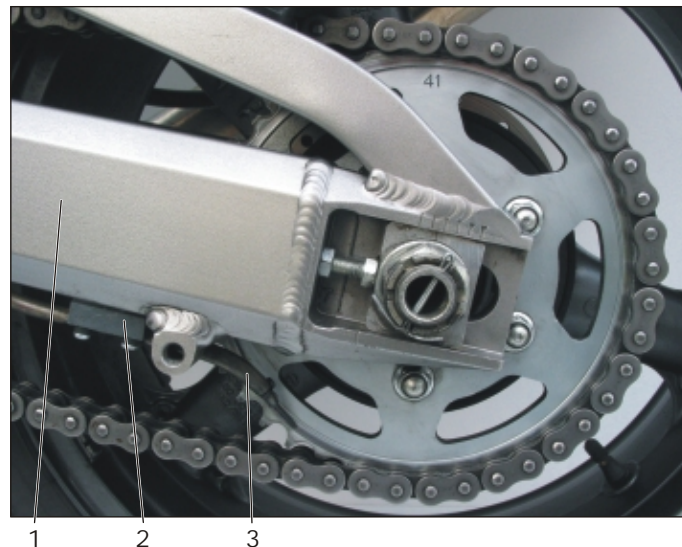

Bild 9 Befestigung des Schlauchendstückes
2. Biegen Sie das Schlauchendstück so, daß das schwarze Ende mit der Ölaustrittsöffnung oberhalb der Kette am Kettenrad leicht anliegt (Bild 9).
3. Nach dem Festziehen der Schrauben am Haltestück (2) nochmals kontrollieren, ob die Ölaustrittsöffnung leicht am Kettenrad anliegt, ggf. korrigieren.